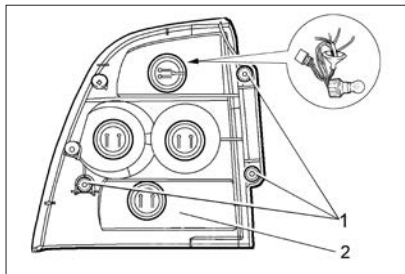

Рис. 88. Задний фонарь
– отверните три гайки-барашка 1 (рис. 88) и выдвинуть с посадочного места задний фонарь;
В варианном исполнении в нижней секции 2 (рис. 88) заднего фонаря установлен светодиодный модуль, не требующий замены.